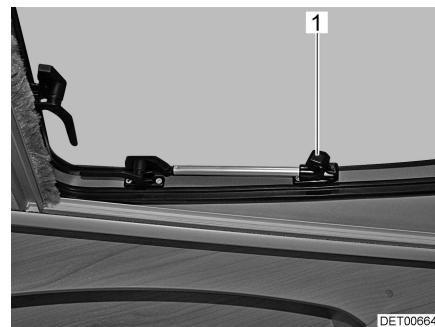

Bild 28 Takfönster med vridspärrar, öppen
- Det takfönstret öppnas till önskat läge och låses med den lettrade hylsan (Bild 28,1).
- Vrid den lettrade hylsan (Bild 28,1) tills låsningen släpper.